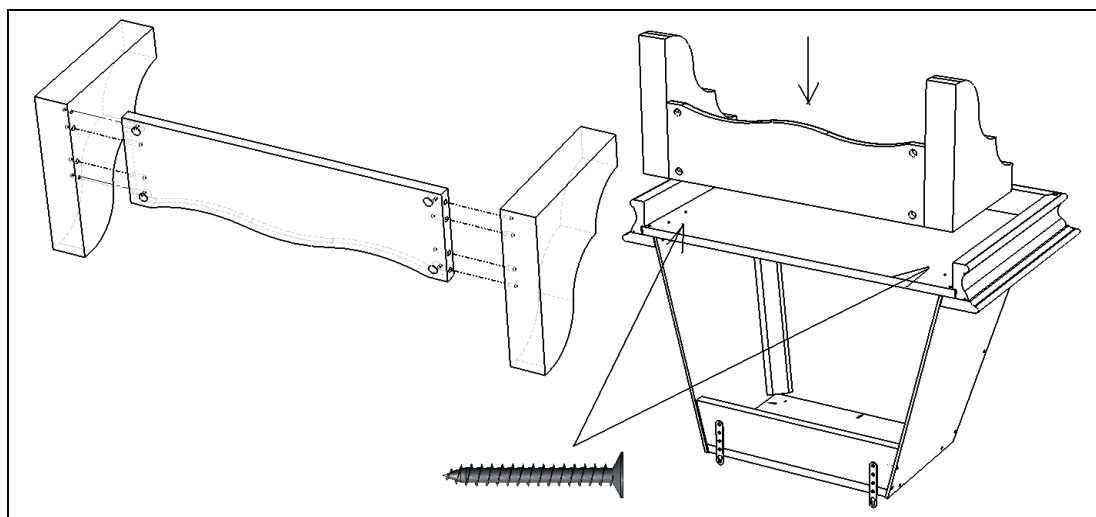

Рис. 21
2. Крепление подкосов с декоративной планкой (Рис. 21):